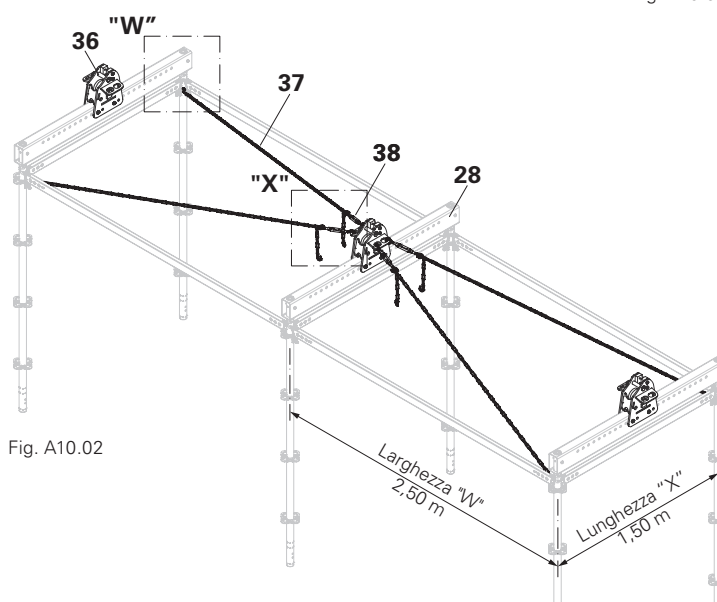

Fig. A10.02
- si sposa con quello della sottostruttura portante, variante 1 (Fig. A10.02) o
→ L'elemento di sostegno URSI con il relativo stabilizzatore è ora in posizione. (Fig. A10.02)